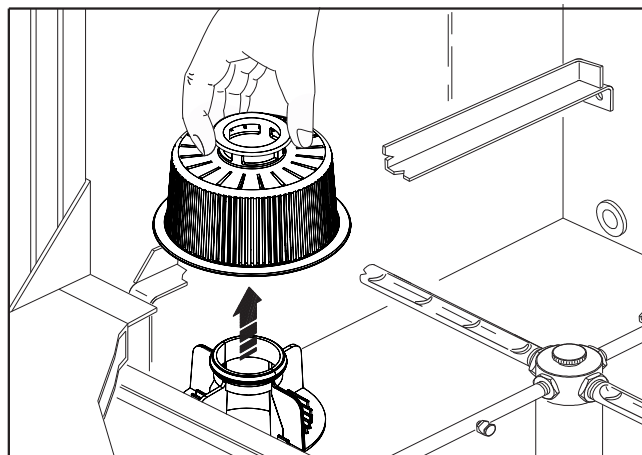

Abb. 17
2. den Filter der Spülpumpe (Abb. 17) herausnehmen und reinigen, dies gilt auch für andere Filter der Wanne, falls vorhanden